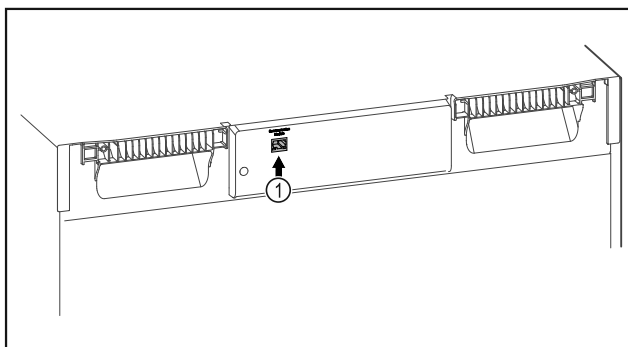

Fig. 95
- SmartModule Fig. 95 (1) er sat i.